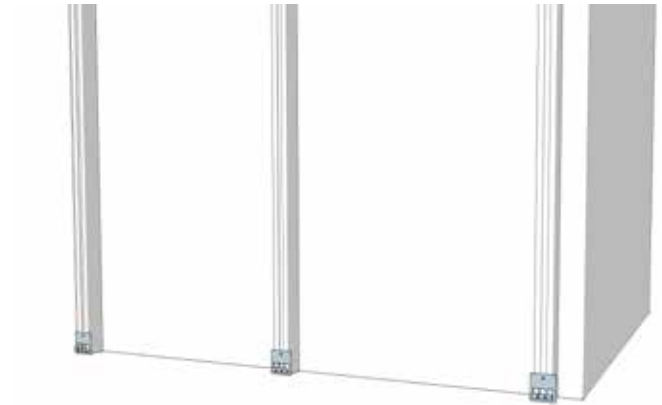

图 3
- 1 安装墙板起始卡件 (HLPM-030-2)，如图3所示：